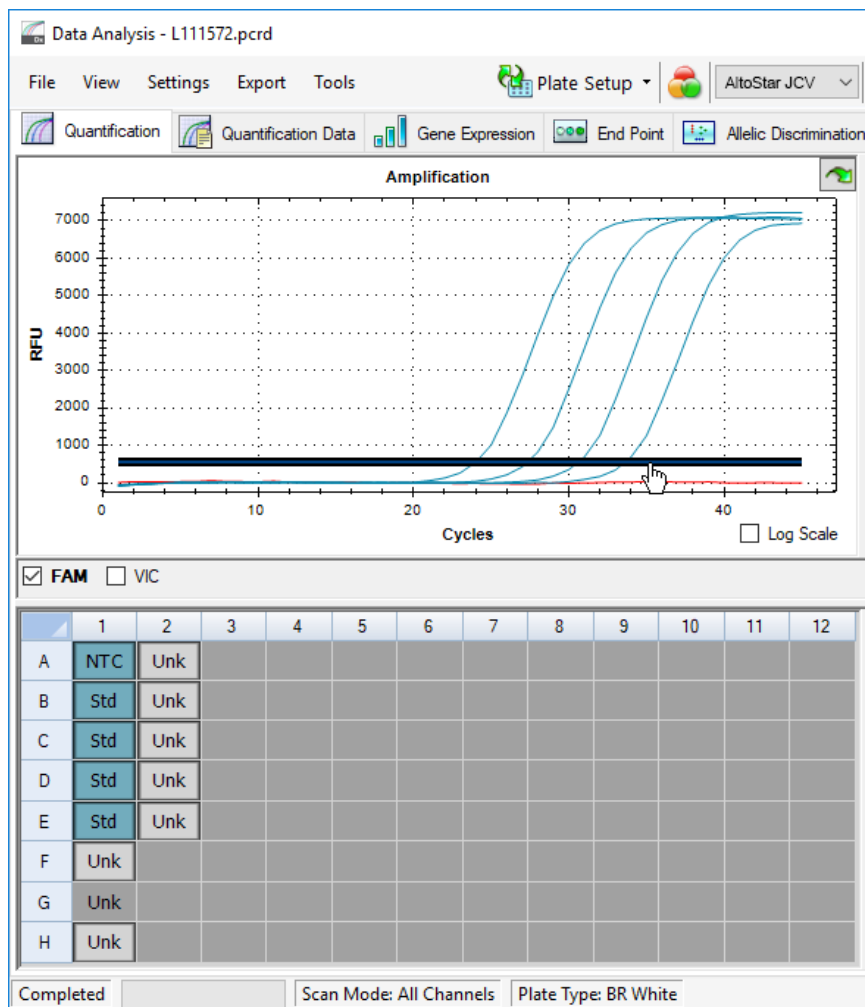

Figura 10: Finestra Data Analysis (Analisi dei dati): impostazione della soglia FAM™
5. Sul lato sinistro della finestra Data Analysis (Analisi dei dati) togliere il segno di spunta dalla casella di controllo **VIC** e spuntare solo la casella di controllo **FAM** per il canale di rilevamento del JCV target (vedere figura 10).
6. Selezionare solo i pozzetti contenenti NTC e QS nella vista piastra della finestra Data Analysis (Analisi dei dati) (vedere figura 10).
7. Trascinare la soglia pozzetto sopra al segnale dell'NTC nell'area esponenziale dei segnali QS (vedere figura 10).